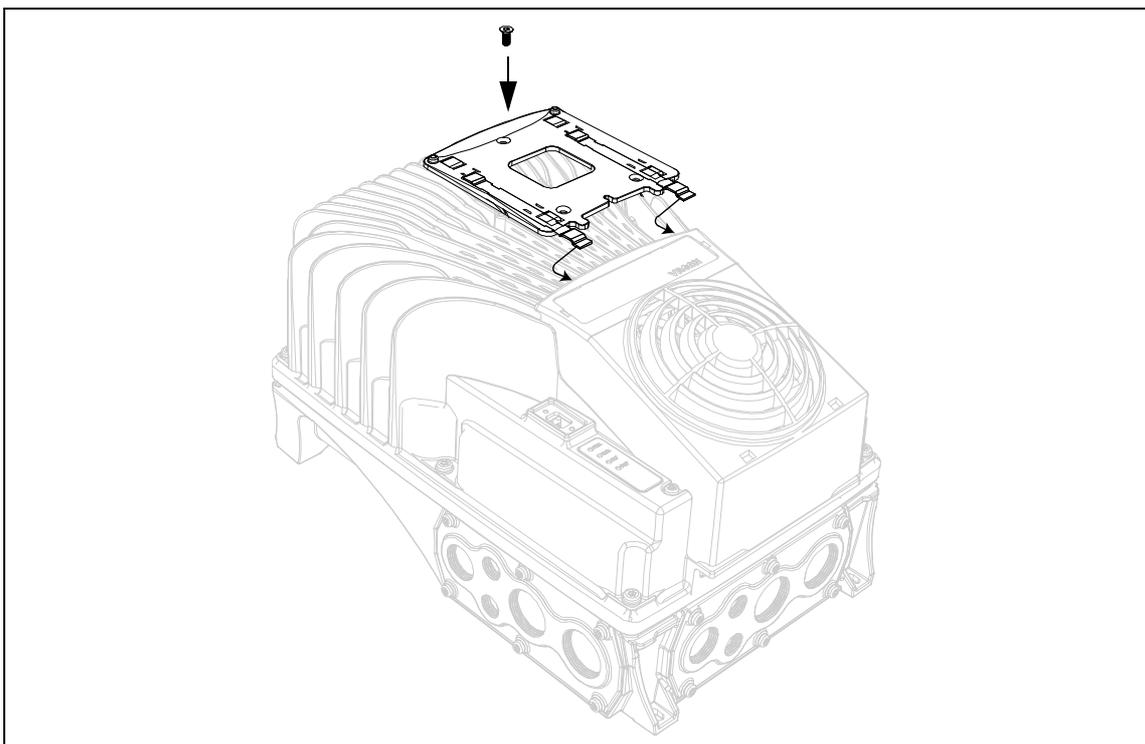

Figure 54. Installation du porte-panneau sur l'unité de puissance.
- Installer le porte-panneau à l'aide d'une vis comme illustré dans la Figure 54. Les plaques de métal porte-panneau opérateur sont à monter sous le porte-ventilateur comme illustré dans les figures suivantes.